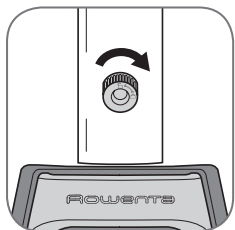

fig. 4
4. Revissez la vis de fixation du mât jusqu'au bout afin que le mât soit solidement fixé à la base. (fig. 4)